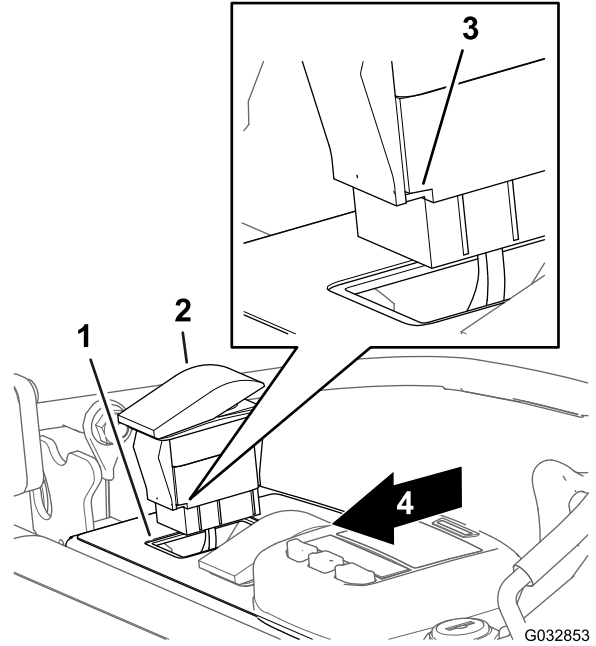

**Bild 13**
1. Entfernen Sie die Blende von der Öffnung an der linken Oberseite des Bedienfelds (Bild 13).
2. Verlegen Sie den 8-Buchsen-Stecker des Kabelbaums für die Maschine durch die Öffnung im Bedienfeld (Bild 13).
3. Stecken Sie den 8-Stift-Stecker des Kippschalters mit zwei Stellungen in den 8-Buchsen-Stecker des Kabelbaums für die Maschine (Bild 13).